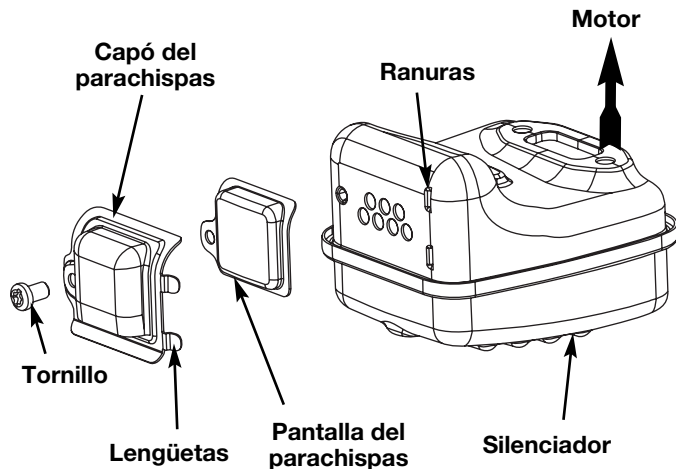

Fig. 30
2. Localice el silenciador, pero no lo quite. Busque uno (1) tornillo en la parte inferior del silenciador (Fig. 30). Estos dos tornillos unen el conjunto de deflector de escape y la pantalla del parachispas a la parte inferior del silenciador. Quite los dos (2) tornillos usando una llave torx No. 20 o un destornillador plano.
6. Coloque la placa del parachispas encima del parachispas con el lado "levantado" hacia arriba mirando al motor (Fig. 30).
7. Coloque el capó del parachispas encima de la placa del parachispas con el lado "levantado" hacia arriba y la apertura mirando en dirección CONTRARIA al motor (Fig. 30). Asegúrese de que el escape se dirija en dirección CONTRARIA al motor.